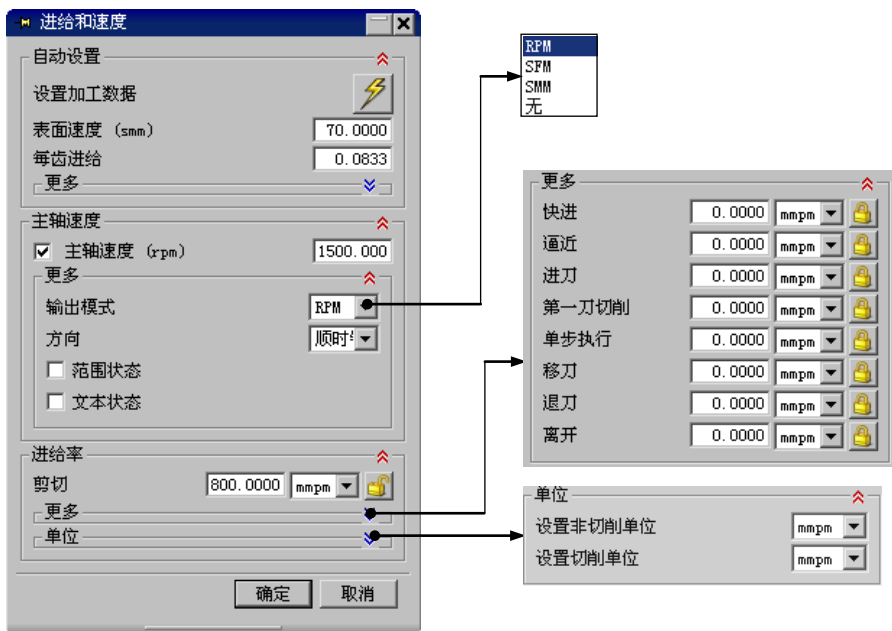

图 3.3.25 “进给和速度”对话框
Step1. 单击“面铣削区域”对话框中的“进给和速度”按钮, 系统弹出图 3.3.25 所示的“进给和速度”对话框。
Step2. 选中“进给和速度”对话框**主轴速度**区域中的 ☒ **主轴速度 (rpm)** 复选框, 在其后的文本框中输入值 1500.0, 在**进给率**区域 **剪切** 文本框中输入值 800.0, 其他参数的设置如图 3.3.25 所示。